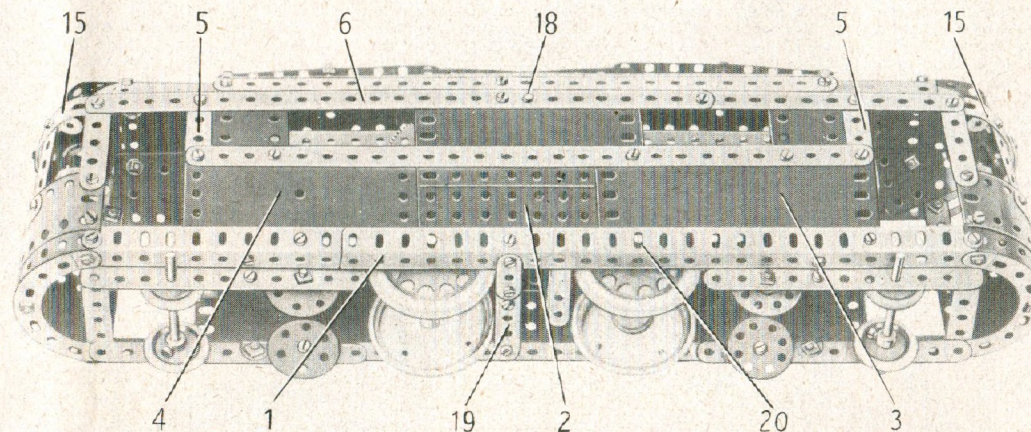

Fig. 5.3a
Le côté du modèle qui apparaît sur la figure 5.3a est monté sur un longon (1) constitué par deux cornières de 25 trous qui se recouvrent sur 15 trous. Ce côté est recouvert par une plaque à rebords de 14×6 cm. (2), une plaque flexible de 14×6 cm. (3) et la moitié d'une plaque à charnière (4). Les bords supérieurs de ces plaques sont renforcés par une bande de 25 trous prolongée par une bande de 5 trous. La partie supérieure du côté est constituée par une plaque flexible de 11,5×6 cm., deux de 6×4 cm. et deux bandes coudées de 60×12 mm. (5). Une bande (6) formée d'une bande de 25 trous et d'une de 11 trous est boulonnée aux extrémités supérieures des bandes coudées et sur les bords supérieurs des plaques.
Les extrémités des deux cabines sont identiques ; chacune d'elles est constituée par deux plaques flexibles de 14×4 cm., dont les grands bords se recouvrent sur deux trous. Les extrémités des plaques sont incurvées et fixées sur les cornières (1) et (7). Les plaques flexibles sont prolongées vers le haut par deux bandes de 5 trous et deux bandes coudées de 60×12 mm. Les extrémités supérieures de ces pièces sont boulonnées sur deux bandes cintrées à glissière (15), qui sont fixées aux extrémités des bandes (6) et (14). Deux bandes incurvées épaulées sont boulonnées à chaque extrémité comme le montre la figure 5.3a.